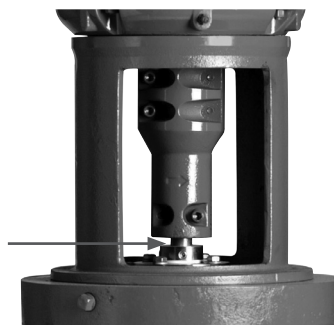

Figure 20a — Point de mesure de l'espacement
20. Vérifier l'espacement entre le bas de l'accouplement et la garniture mécanique (fig. 20a). S'il dépasse 0,005 po, la position de l'accouplement doit être réglée, et c'est généralement plus efficace par l'extrémité à quatre vis.
22. Reposer les deux (2) carters d'accouplement.